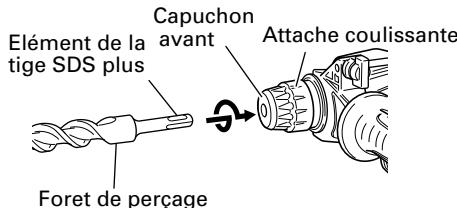

Fig. 2
#### 6. Montage du foret de perçage (Fig. 2)
- (1) Nettoyer la section de la queue du foret.
- (2) Insérer le foret en le tournant dans le porte-outil jusqu'à ce qu'il se verrouille. (Fig. 2)